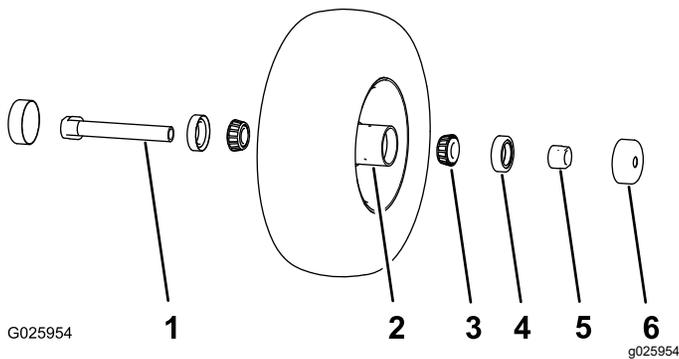

Figure 36
1. Déposez les 2 protège-joints du moyeu de roue (Figure 36).
- Déposez 1 des écrous d'écartement de l'arbre de la roue pivotante (Figure 36).
Remarque: Notez que du frein-filet a été appliqué pour bloquer les écrous d'écartement sur l'arbre de roue (Figure 36).
- Déposez l'arbre de la roue (en laissant l'autre écrou d'écartement en place) (Figure 36).
- Faites levier pour extraire les deux joints de roulement (Figure 36).
- Déposez les deux roulements et vérifiez s'ils sont usés ou endommagés (Figure 36).
- Posez 1 roulement dans le moyeu de chaque roue (Figure 36).
- Posez le joint de roulement dans le moyeu sur le roulement (Figure 36).
- Vissez l'écrou de l'arbre, les méplats tournés vers l'extérieur, au bout de l'arbre qui est enduit de frein-filet (Figure 36).
- Insérez l'ensemble écrou et arbre de roue dans la roue, du côté roulement et joint neuf (Figure 36).
- Insérez l'autre roulement, assorti d'un joint neuf, dans la roue (Figure 36).
- Reposez les protège-joints sur le moyeu de roue (Figure 36).